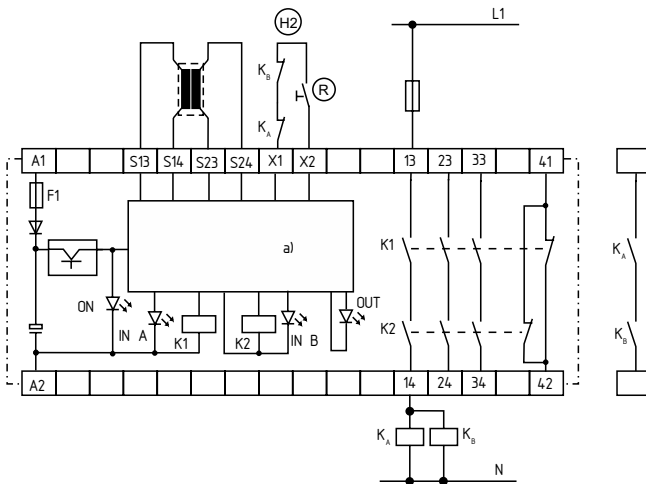

Abb. 2.1
Zweikanalige Ansteuerung, dargestellt am Beispiel einer Schaltmatte, mit externem Reset-Taster (R) (siehe Abb. 2.1)